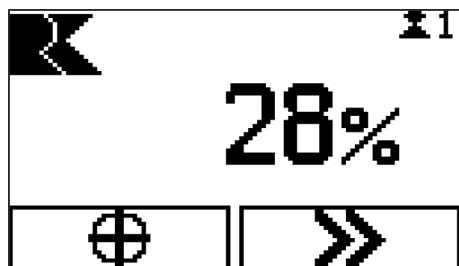

Abb. 42: Modus „Absolute Positionierung“
- Absolute Positionierung (Abb. 42)
- ⇒ Das Display wechselt in den Modus „Absolute Positionierung“ (Abb. 42).